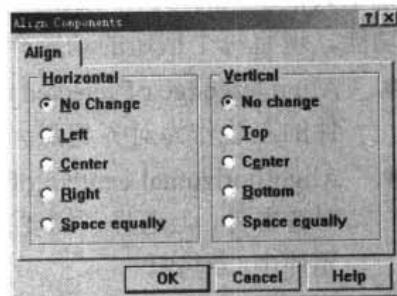

图 13-8 Align Components (对齐元件) 对话框
- Run align components dialog 按钮：运行对齐元件对话框。单击此按钮，系统即可弹出如图 13-8 所示的 Align Components（对齐元件）对话框。